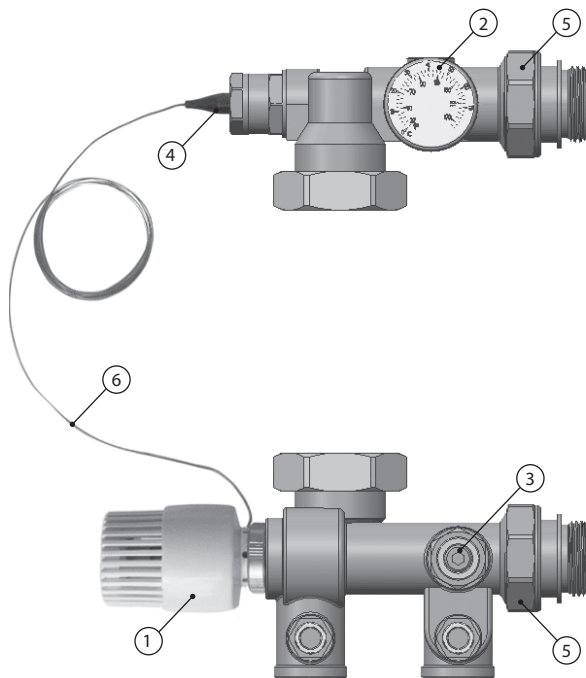
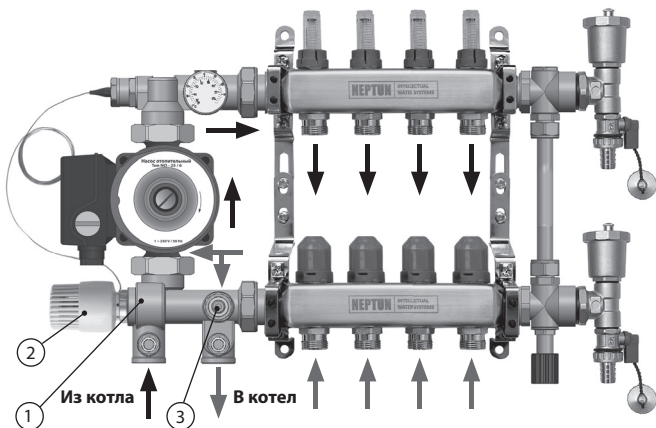

Рис. 1. Компоненты смесительного узла Neptun IWS
Рис. 2 Принцип работы смесительного узла Neptun IWS
- Вставьте погружной датчик (4) на Рис. 1 в гильзу, убедившись в наличии хорошего контакта между металлическими частями, используйте теплопроводную пасту если необходимо. Затем закрепите датчик в нужном положении винтом.
- Оставьте смесительный клапан (1) Рис. 2 полностью открытым, устанавливая термоголовку с выносным датчиком (2) не нужно;
- Шестигранным ключом откройте байпас (3) полностью;
- Запустите циркуляционный насос и отслеживайте температуру потока с помощью термометра (2) Рис. 1.